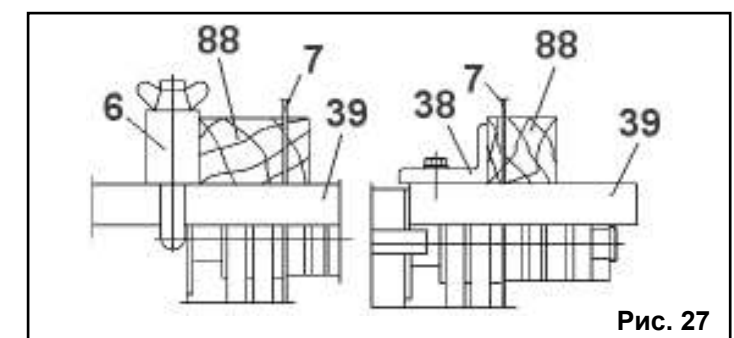

Рис. 27
9.6.5. Перед выполнением строгания паза или фаски демонтируйте пильный диск (7), сверлильный патрон (76), ручкой (41), отключите автоподачу. Две защитные планки (10) должны быть установлены, Рис.27.